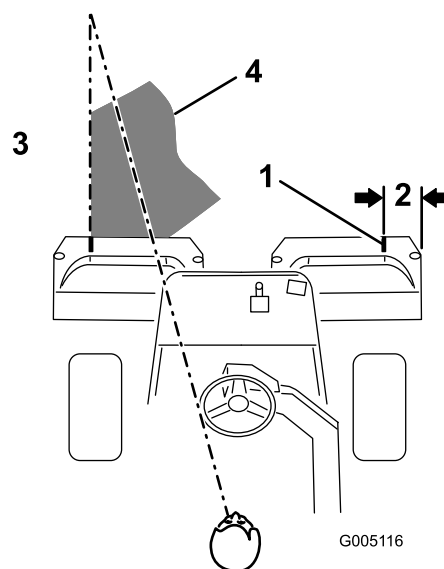

Рисунок 25
**Примечание:** Чтобы машина всегда двигалась по грину строго по прямой с сохранением равных интервалов от края предыдущей скошенной полосы, создайте воображаемый ориентир примерно 1,8–3 м перед машиной на краю нескошенной части грина (**Рисунок 25**). Используйте как часть ориентира наружный край рулевого колеса, т.е. удерживайте край рулевого колеса совмещенным с точкой, которая всегда находится на одном и том же расстоянии от переднего края машины.